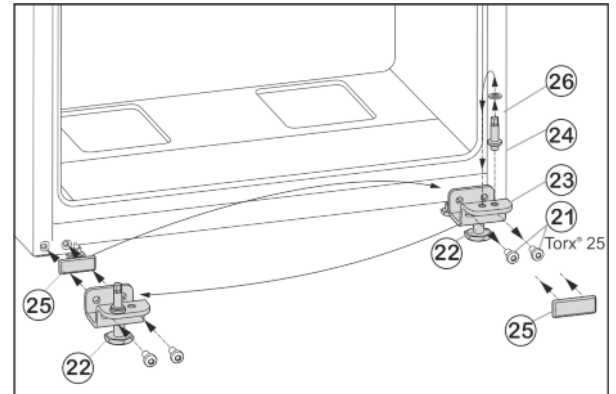

Fig. 8
- ▶ Svitare le viti di fissaggio Fig. 8 (21).
- ▶ Rimuovere completamente il cuscinetto di supporto inferiore Fig. 8 (23) con il perno del cuscinetto Fig. 8 (24), la rondella Fig. 8 (26) e il piede di regolazione Fig. 8 (22).
- ▶ Svitare completamente il perno del cuscinetto Fig. 8 (24) con la rondella Fig. 8 (26) spostarlo nel foro di inserimento situato sul lato opposto del cuscinetto di supporto e riavvitare saldamente.
- ▶ Estrarre con cautela la piastra di copertura Fig. 8 (25) e riapplicarla sul lato opposto.
- ▶ Riavvitare **saldamente (con una coppia di 4 Nm)** tutto il cuscinetto di supporto inferiore Fig. 8 (23) con il perno del cuscinetto Fig. 8 (24), la rondella Fig. 8 (26) e il piede di regolazione Fig. 8 (22) sul lato della nuova cerniera, eventualmente con l'ausilio di un avvitatore a batteria.
- ▶ Inserire la porta dall'alto sul perno del cuscinetto Fig. 8 (24).
- ▶ Svitare il piede di regolazione Fig. 8 (22) sul cuscinetto di supporto inferiore Fig. 8 (23) fino a quando non poggia a terra.